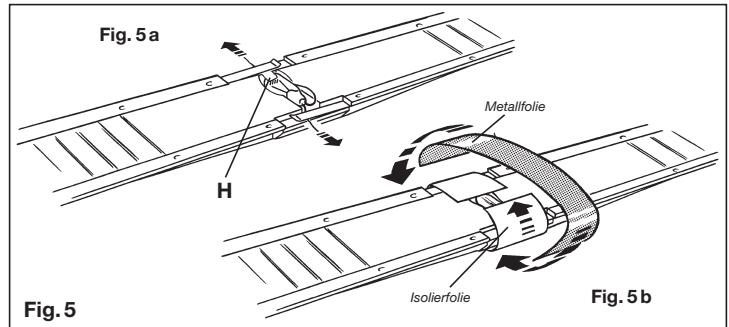

Fig. 5
4. Glühlampe in den Lichtleiter einsetzen. Dazu Glaskörper der Glühlampe in die Aussparung unter die Haltenase H legen (Fig. 5 a), Drahtenden zwischen den beiden Klemmkontakten festklemmen und die freien Drahtenden um den Lichtleiter legen.
5. Schutzpapier von der Klebeseite der weißen Isolierfolie entfernen und diese um den Lichtleiter und die Glühlampe kleben (Fig. 5 b). Dann Schutzpapier von der Klebeseite der Metallfolie entfernen und diese um die Isolierfolie kleben.
Fig. 5 b